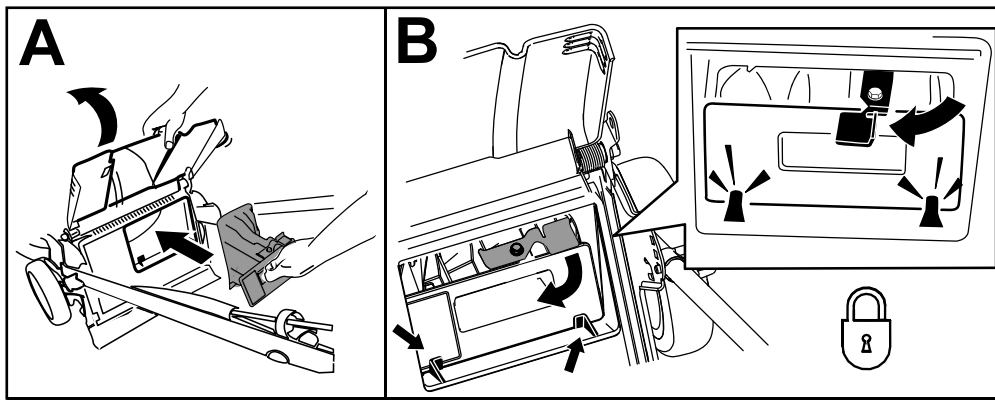

Figura 18
**Importante:** Asegúrese de que el tapón trasero está bloqueado en su sitio. Para bloquear el tapón: levante el deflector trasero (Figura 18), introduzca el tapón y presione firmemente hasta que encaje detrás de las pestañas, y gire la palanca del tapón a la izquierda (Figura 18).